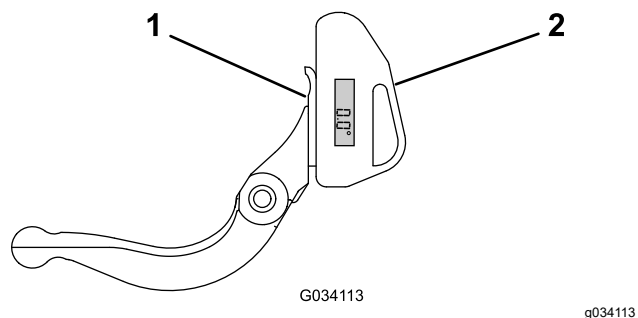

Figura 23
1. Coloque o indicador de ângulo no lado inferior da lâmina de corte, como se ilustra na Figura 23.